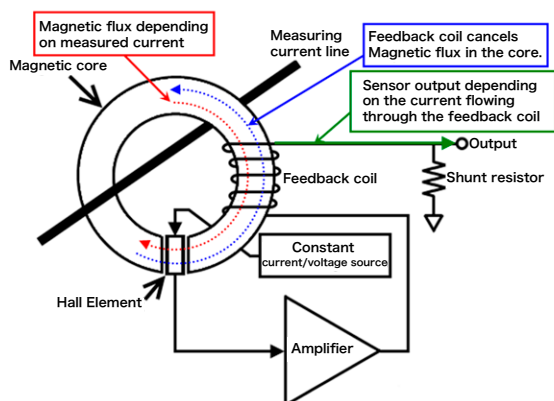

Fig. 4 Zero-flux method (Hall element type).
一方，広帯域電流センサは Fig.4 に示すホール素子と変流器 (CT) 方式を組み合わせたゼロフラックス方式を採用しており，直流から最大 120 MHz までの測定帯域を持つ電流センサを提供している．磁気検出のキーデバイスであるホール素子は自社生